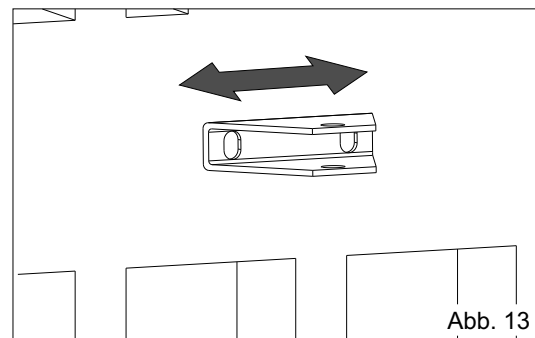

Abb. 13
- Bevor die Schrauben angezogen werden, muss für eine gute Positionierung des Arms am Tor, die Vorderbefestigung nach rechts oder nach links bewegt werden, (Abb. 13).